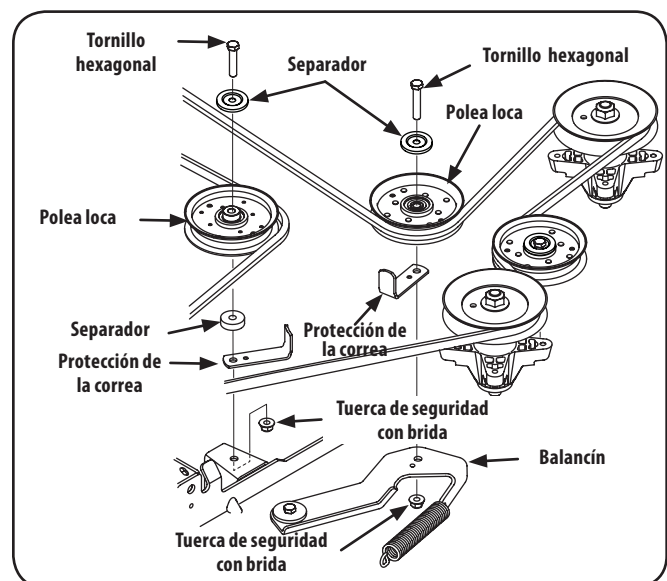

Figura 7-13
- Extraiga las dos poleas locas, para lo cual debe retirar los tornillos de cabeza hexagonal y las tuercas de seguridad con brida que las sujetan a la plataforma y el brazo de polea loca. Consulte la Figura 7-13. No afloje ningún elemento de ferretería al sacar el tornillo de cabeza hexagonal y la tuerca de seguridad con brida.
6. Coloque la correa alrededor de las poleas locas que extrajo en el paso 3 con el lado en "V" orientado hacia adentro. Una vez que todo esté en su lugar, vuelva a colocar los elementos de ferretería y ajuste la tuerca de seguridad con brida para sujetar el conjunto. Consulte la Figura 7-13.